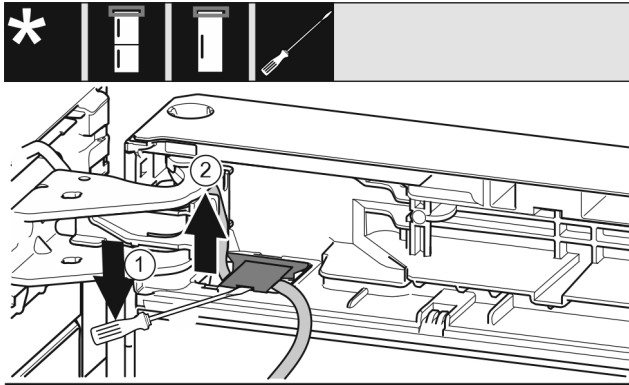

Fig. 8
- ▶ З допомогою шліцевої викрутки підняти і витягнути кришку. Fig. 8 (1)
- ▶ Витягніть кабель. Fig. 8 (2)